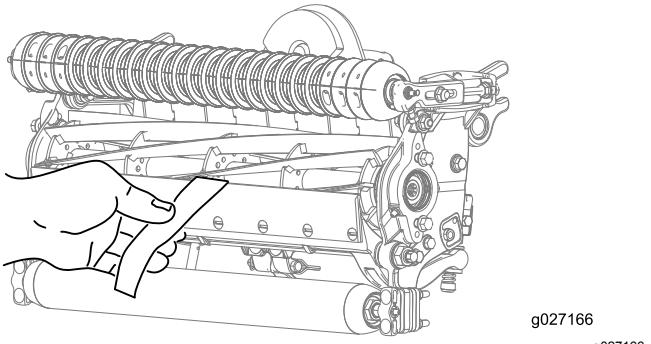

Bild 16
2. Testen Sie die Schnittleistung, indem Sie einen langen Streifen des Schnittleistungspapiers (Toro Bestellnummer 125-5610) senkrecht zum Untermesser zwischen die Spindel und das Untermesser legen (Bild 16). Drehen Sie die Spindel langsam vorwärts; das Papier sollte geschnitten werden.